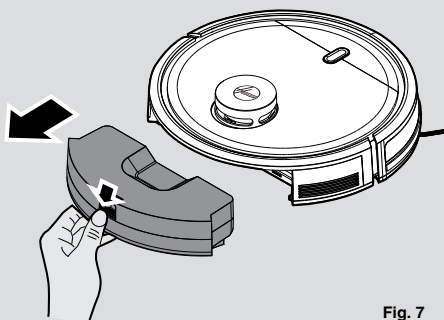

Fig. 7
2. Ved behov for ekstra vedlikehold, trykk på den frigjorte knappen og trekk ut støvbeholderen. [Fig. 7]
1. Etter støvsugingen fjerner du støvbeholderen, trykker på utløserknappen og trekker den ut. [Fig. 7]